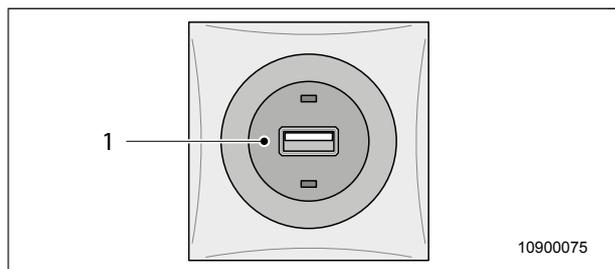

Fig. 55 Puerto USB
Algunos modelos están equipados con un puerto USB (Fig. 55, pos. 1) en el habitáculo. En el puerto USB podrán conectarse dispositivos apropiados para ello.